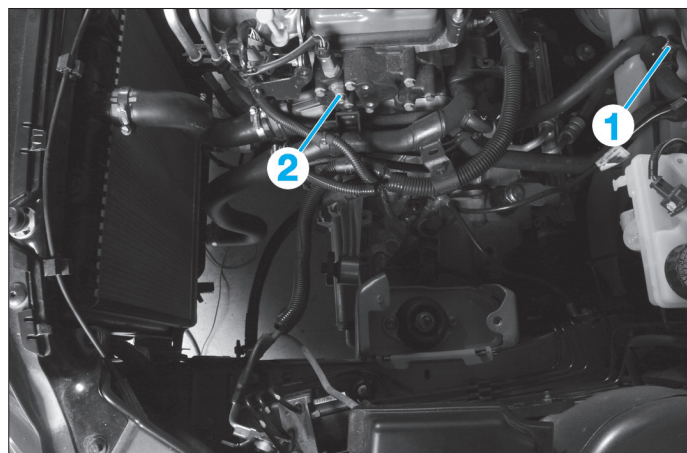
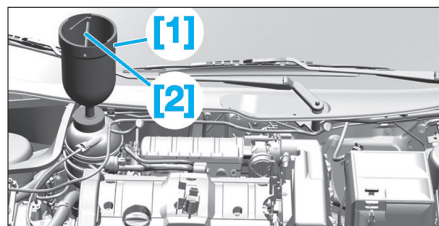

Fig. 19
Fig. 20
- du tuyau de sortie d'aérotherme (1) (Fig.19),
- du boîtier de sortie d'eau (2).
- Monter le cylindre de charge [1] sur l'orifice de remplissage (Fig.20).